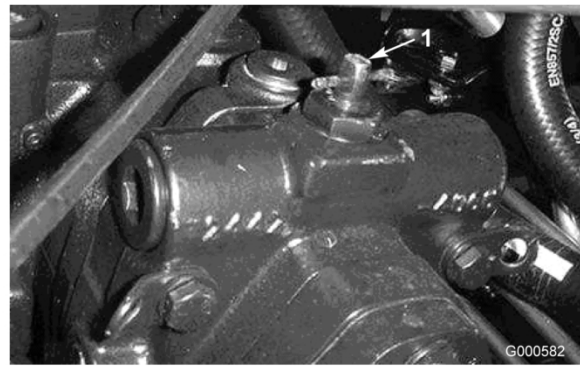

Figure 15
2. Tournez la vanne de dérivation à 90° (1/4 de tour) dans un sens ou dans l'autre pour l'ouvrir et dériver l'huile à l'intérieur de la transmission (Figure 15). Il sera alors possible de déplacer la machine lentement sans endommager la transmission. Notez la position de la vanne quand vous l'ouvrez ou la fermez.